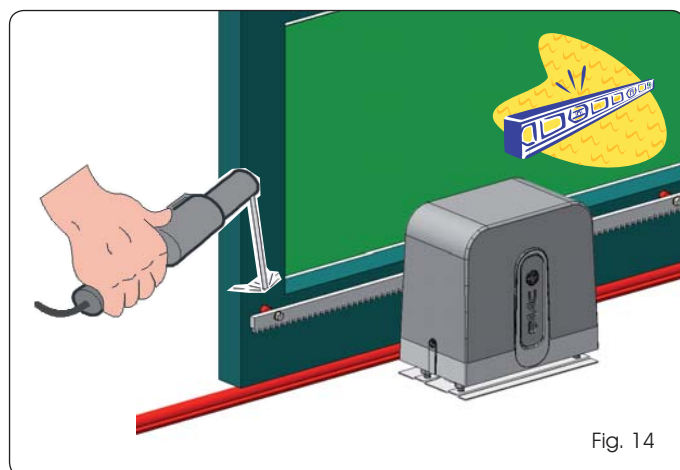

Fig. 14
3. Poser horizontalement sur le pignon le premier élément de la crémaillère et serrer le cliquet taraudé sur le portail comme indiqué dans la Fig. 14.